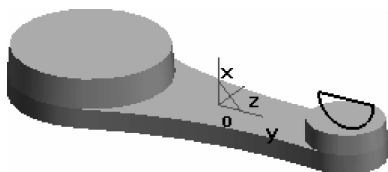
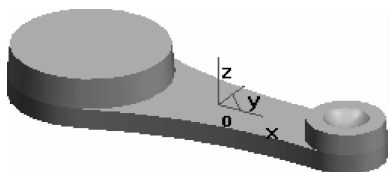

图 3-82 裁剪后的效果
图 3-83 绘制小凸台上的凹坑
(12) 拾取直线 1 并右击, 在弹出的快捷菜单中单击“删除”, 将直线 1 删除。单击  按钮, 裁剪掉直线 2 两端的多余部分和圆的上半部分, 如图 3-82 所示。
(13) 单击  按钮, 退出草图绘制状态。单击  按钮, 在立即菜单中选择“两点线”方式, 根据状态栏提示, 按空格键弹出“点工具”菜单, 单击“端点”, 分别拾取半圆直径的两端, 绘制与半圆直径完全重合的空间直线。
(14) 单击  按钮, 弹出“旋转”对话框, 拾取小凸台上半圆草图和作为旋转轴的空间直线, 单击 按钮后, 删除空间直线, 作图结果如图 3-83 所示。